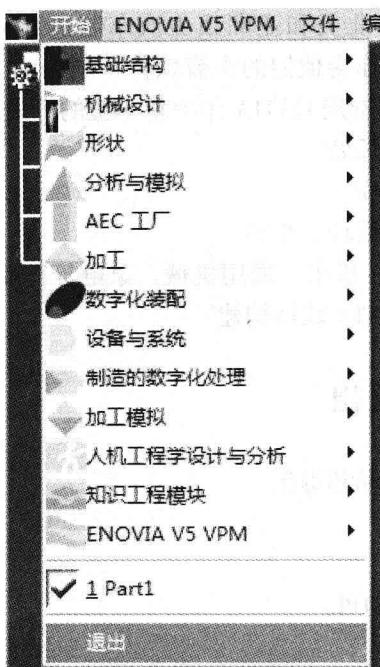

图 1-1 开始菜单
1) 单击 CATIA V5 R20 的主菜单的“开始” — “退出”，如图 1-1 所示。